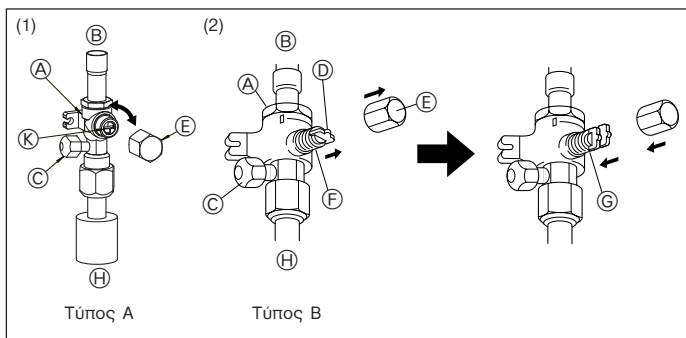
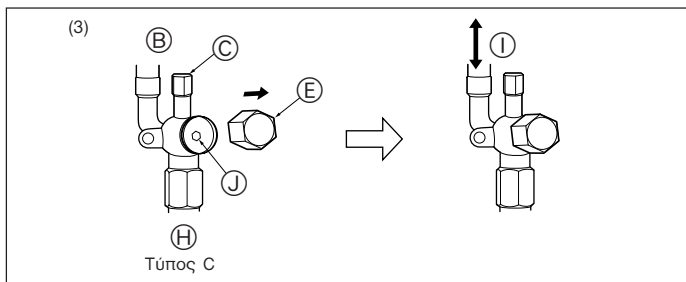

Fig. 5-7
Fig. 5-8
(1) Τύπος A (Fig. 5-7)
① Αφαιρέστε την τάπα και κατόπιν κάντε περιστροφή 90 μοιρών προς τα αριστερά με ίσο κατασβίδι για πλήρες άνοιγμα.
② Ελέγξτε ότι οι βαλβίδες είναι τελείως ανοικτές και στη συνέχεια επαναφέρετε την τάπα στην αρχική της θέση και σφίξτε την.
(2) Τύπος B (Fig. 5-7)
① Βγάλτε το καπάκι, τραβήξτε τη λαβή προς την πλευρά σας και περιστρέψτε κατά το 1/4 της στροφής προς τα αριστερά για να ανοίξει.
② Βεβαιωθείτε ότι η βαλβίδα διακοπής είναι εντελώς ανοικτή, πιέστε μέσα τη λαβή και περιστρέφοντας επαναφέρετε το καπάκι στην αρχική του θέση.
(3) Τύπος C (Fig. 5-8)
① Βγάλτε το καπάκι και περιστρέψτε το στέλεχος της βαλβίδας προς τα αριστερά έως το τέρμα χρησιμοποιώντας ένα εξαγωνικό κλειδί 4 χλστ. Σταματήστε να περιστρέφετε έως ότου φτάσει στον αναστολέα.
② Βεβαιωθείτε ότι η βαλβίδα διακοπής είναι εντελώς ανοικτή, και περιστρέφοντας επαναφέρετε το καπάκι στην αρχική του θέση.